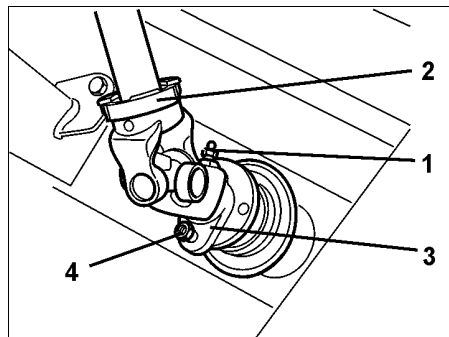

Fig. 64
- Lösen des Kegelschmiernippels (Fig. 64/1) in der Anschlussgabel der Gelenkwelle (Fig. 64/2) – durch die Öffnung in der Schutztrichterunterseite.
- Entfernen der Scherschraube (Fig. 64/4) zwischen Gabelflansch der Gelenkwelle und Flansch der Getriebeeingangswelle.
- Die Anschlussgabel (Fig. 64/3) mit einem Flachstab von hinten durch den Schlitz in der Schutztrichterrückwand (an der Trichterunterseite) von der Getriebeeingangswelle treiben.